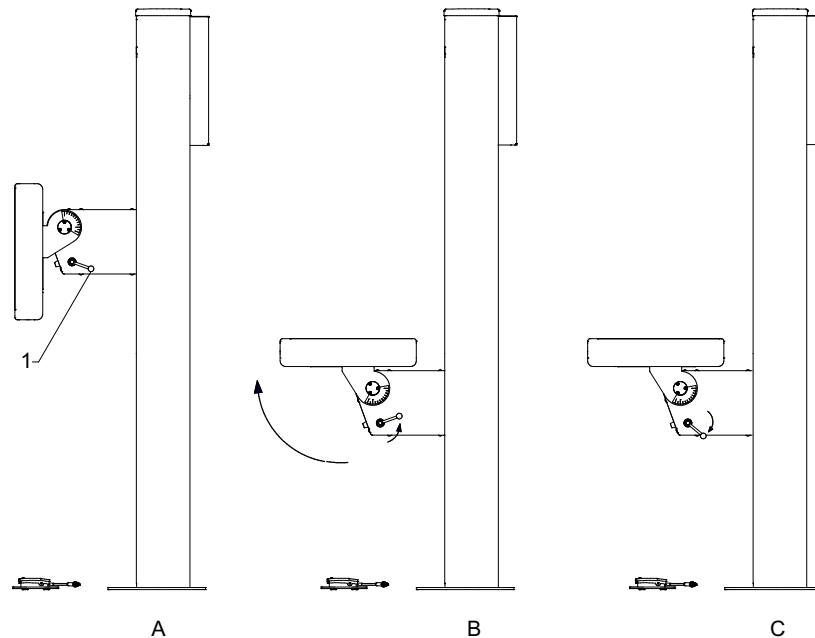

Fig. 4-42 Tiltbar detektorhållare
För att positionera handtaget (Se pos. 1 i **Fig. 4-42** i dess startposition);